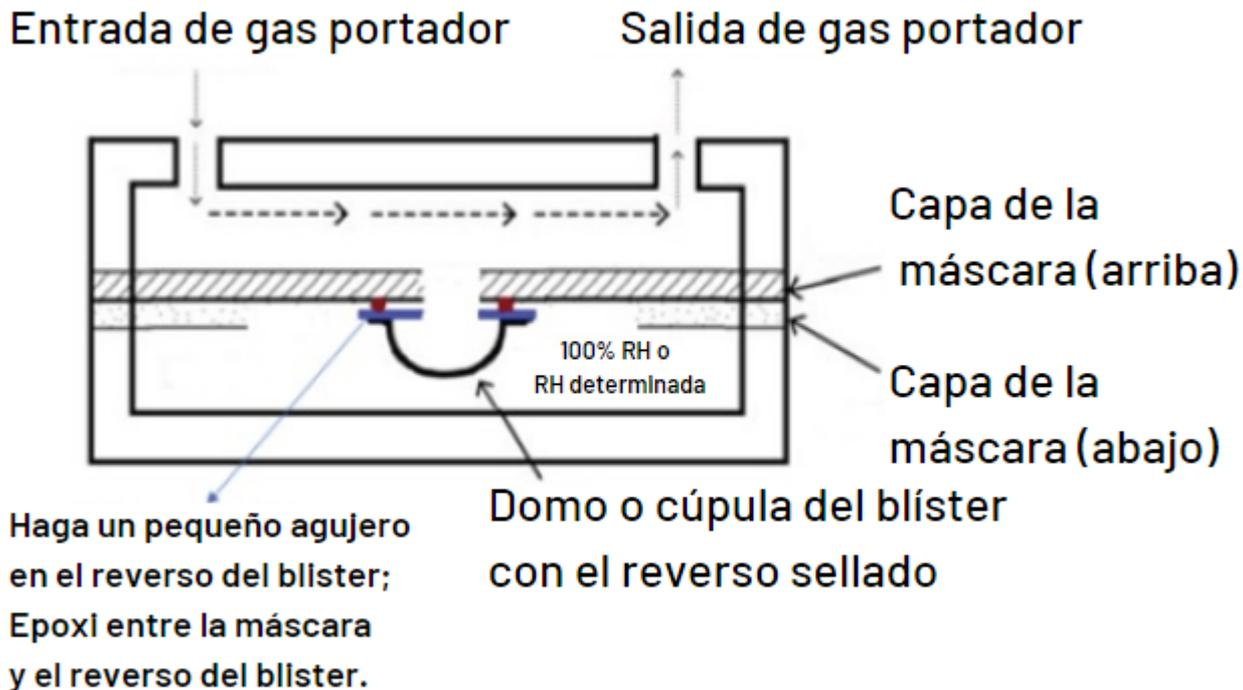

Figura 3. Diagrama de configuración para cúpula con reverso sellado
- La Figura 3 muestra el diagrama de configuración para la muestra del blister sellado dentro del cartucho.